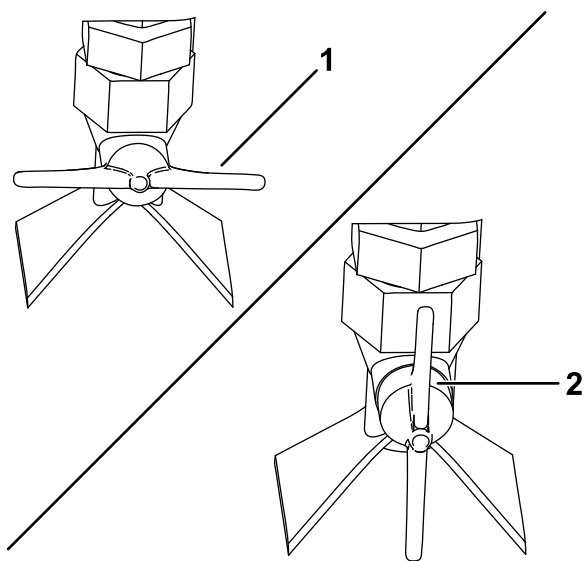

Figure 89
- Pour le jet en éventail – tournez la valve de pulvérisation sur le côté de la buse à l'horizontale (Figure 89).
- Pour le jet droit – tournez la valve de pulvérisation sur le côté de la buse à la verticale (Figure 89).